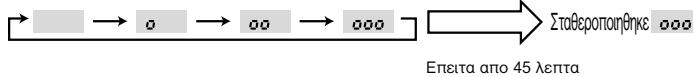

Fig. 8-3
③ Πατηστε το κουμπι **FILTER** (↔) για να επιβεβαιωσετε τη ρυθμιση. (Fig. 8-3)